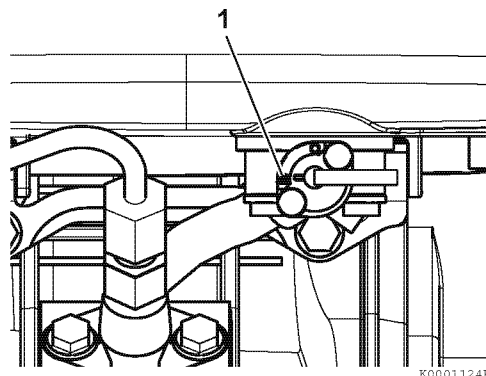

Abbildung 23
1. Den Kraftstoffhahn (1, **Abbildung 23**) auf geschlossen stellen.